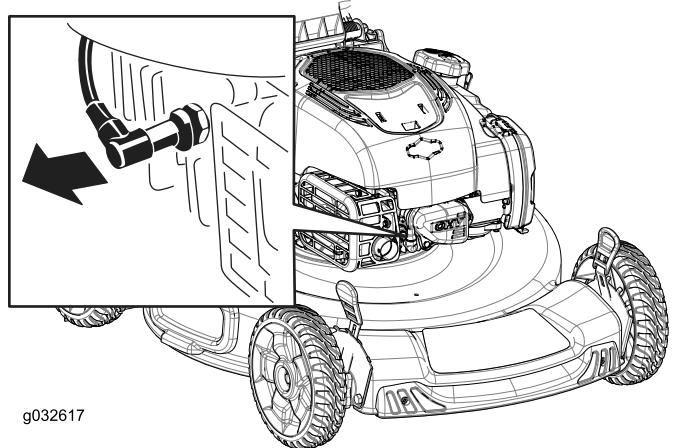

Figura 20
- Scollegate il cappellotto dalla candela (Figura 20).